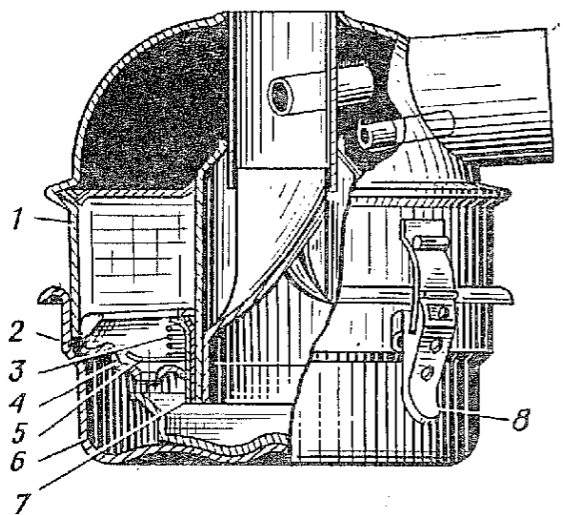

Рис. 121. Воздушный фильтр:
1.1. Отпустить зажимы двух замков 8 (рис. 121) и отделить поддон 6 фильтра от корпуса 1.
3.1. Установить в поддон 6 (рис. 121) седло 4 клапана, клапан 5, стакан 7 с пружиной 3 и уплотнительную прокладку 2.